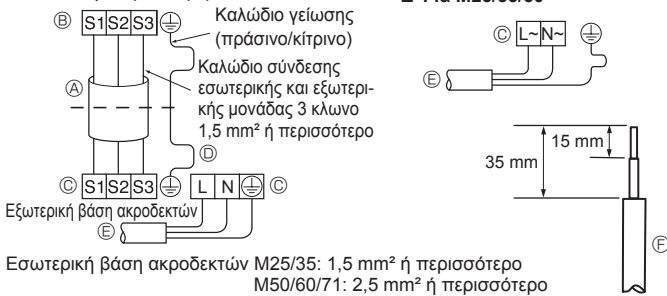
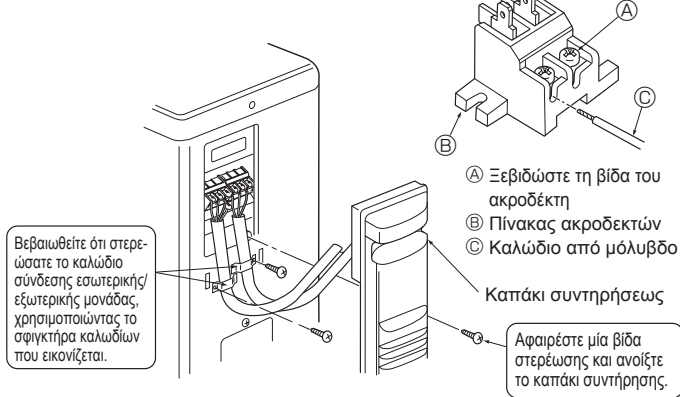
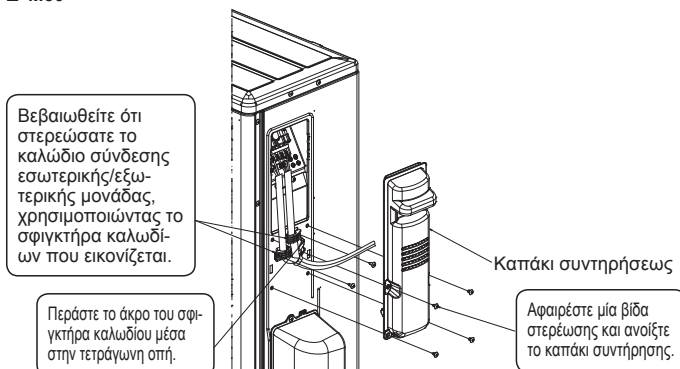

Fig. 6-2
Fig. 6-3
Fig. 6-4
### 6.1. Εξωτερική μονάδα (Fig. 6-1, Fig. 6-2, Fig. 6-3, Fig. 6-4)
- ① Βγάλτε το καπάκι συντήρησης.
- ② Συνδέστε τα καλώδια σύμφωνα με τις Fig. 6-1, Fig. 6-2, Fig. 6-3 και Fig. 6-4.
- Εκτελέστε την καλωδίωση, όπως φαίνεται στο διάγραμμα κάτω αριστερά. (Προμηθευτείτε το καλώδιο επί τόπου) (Fig. 6-2)